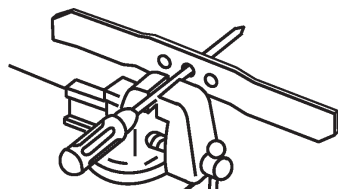

Abbildung 25
- Die Balance des Schnittmessers überprüfen, indem das mittlere Loch des Messers über einen senkrecht in einem Schraubstock eingespannten Nagel oder Schraubendreherschaft gesteckt wird (Abb. 25).